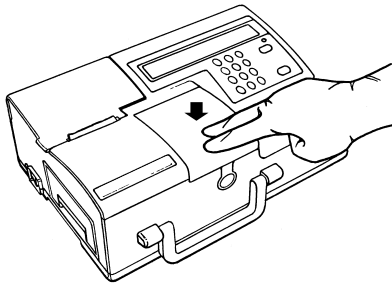

Fig. 4-7 Cierre de la cubierta
12. Cierre la cubierta de la cámara de medición (Fig. 4-7).